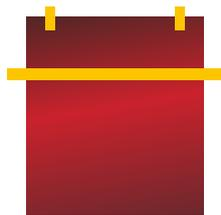

Abbildung 02
- › Die Folie ist mit einem Abdeckband oder Magneten im oberen Bereich horizontal und bevorzugt auf einer ebenen Fläche anzubringen, so dass das Abdeckband oder der Magnet anschließend wie ein Scharnier funktioniert. (Abb. 02)